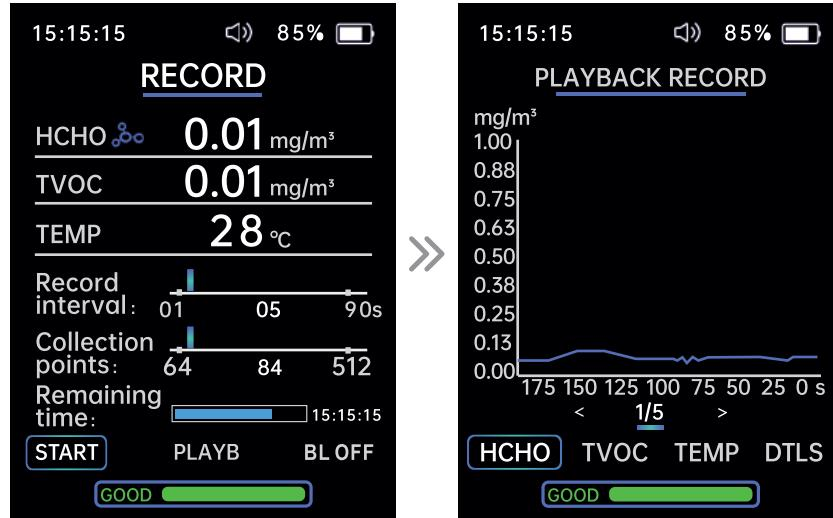

Рисунок 4
Нажмите кнопки «Влево» (4) и «Вправо» (8) для записи, воспроизведения, включения/выключения подсветки, установки интервала записи, точек сбора данных и оставшегося времени (рис. 4).